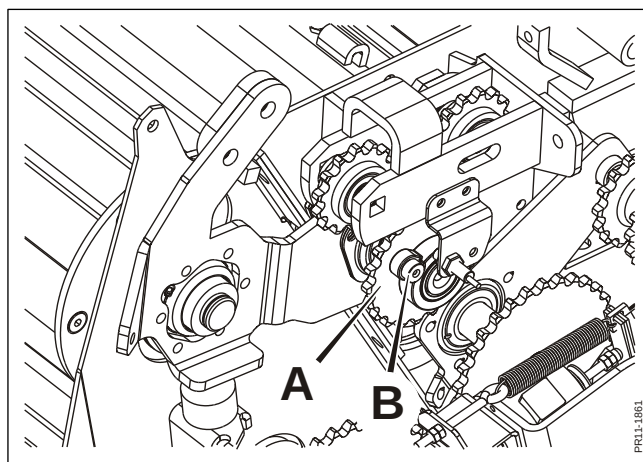

Fig. 5-5
**Fig. 5-5** For at sikre mod fejlbetjening efter en metaldetektion, og for at sikre at eventuelt metal er fjernet før der genopstartes, tillader elektronikken ikke, at der køres normal indføringsfunktion, før indføringen har kørt revers.